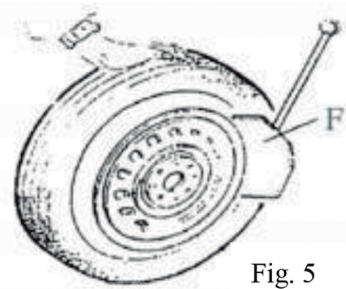

Fig. 5
Certifique-se de esvaziar completamente o ar do pneu, coloque o pneu contra o amortecedor de borracha (S). Aproxime a pá (F) do talão aproximadamente 10mm da borda do aro como mostra a Fig. 5. Pressione o pedal do descolador de talão (U) para empurrar a pá para dentro do pneu. Repita as operações acima sobre diferentes posições ao redor do pneu e ambos os lados do pneu até que o talão esteja completamente liberado.